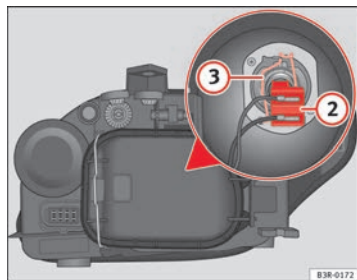

Fig. 209 Luz de cruce
- Extraiga el conector ⇒ fig. 209 ② de la lámpara tirando de él.
- Desenganche el resorte retentor ⇒ fig. 209 ③ presionándolo hacia dentro y a la derecha.